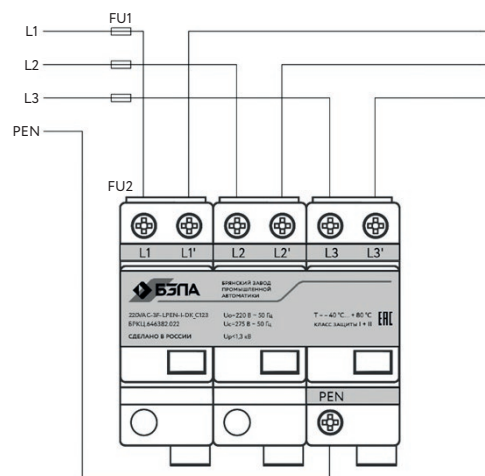

Рисунок 4. Подключение УЗИП по схеме «V»
1.5.4 Подключение УЗИП по схеме «V» показано на рис. 4. Защитные предохранители FU1 устанавливаются на вводе в электроустановку, их номинал 63 А gG.